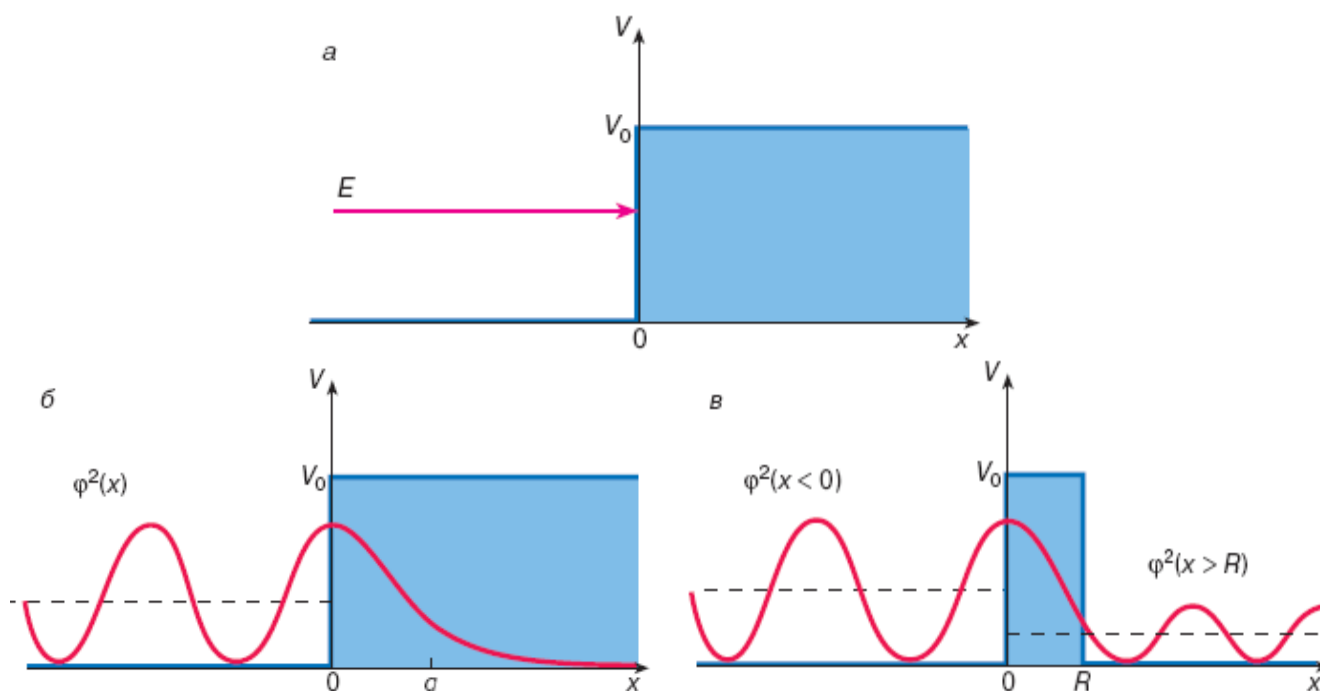

Рис. 1. Столкновение частицы с потенциальным барьером в рамках классической (а) и квантовой (б, в) механики:
Туннельный эффект является принципиально квантово-механическим эффектом, не имеющим аналогов в классической физике. В рамках классической механики априорно ясно, что тело имеющее полную энергию E не может преодолеть потенциал V_0 , при условии $V_0 > E$ (рис.1,а). При падении тела на такой барьер оно может лишь полностью отразиться от него. Это согласуется с законом сохранения энергии.
Решив уравнение (5) относительно $\varphi(x)$ можно получить из (4) выражение для искомой волновой функции $\psi(x, t)$. В качестве барьера выберем прямоугольную ступень (рис.1,б):
частицу, падающую на барьер и упруго отражающуюся (рис.1,б). Этот процесс соответствует предсказаниям классической механики.
В том случае, когда барьер имеет конечную ширину R и достаточно узок, так что $R \leq \lambda_D$, частица туннелирует за барьер с определенной вероятностью и $\varphi^2(x > R)$ распространяется вправо в пространстве за барьером (рис.1, в). Из условия нормировки вероятностей ясно, что амплитуда отраженной волны меньше падающей. В соответствии с (11) вероятность протуннелировать экспоненциально мала, если барьер неэкстремально узок.